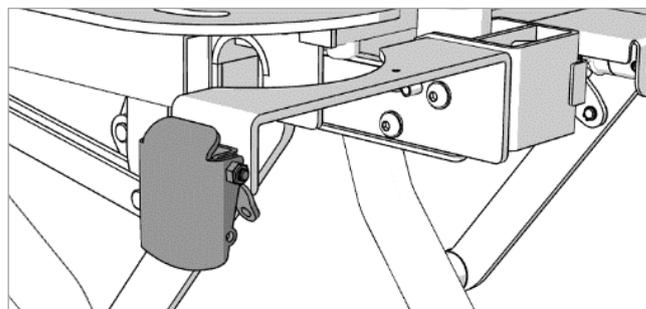
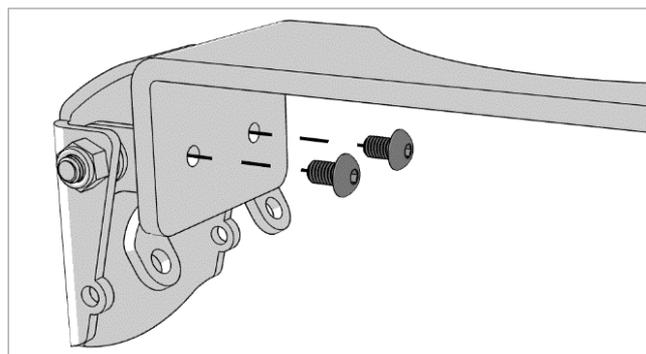

Figure 6.2
Figure 6.3
2. Enlevez le levier de RCP droit comme illustré sur la Figure 6.2 (vue de la tête du lit) en dévissant les deux boulons indiqués sur la Figure 6.3. Conservez les deux boulons pour pouvoir réinstaller le levier RCP lors d'une étape ultérieure.